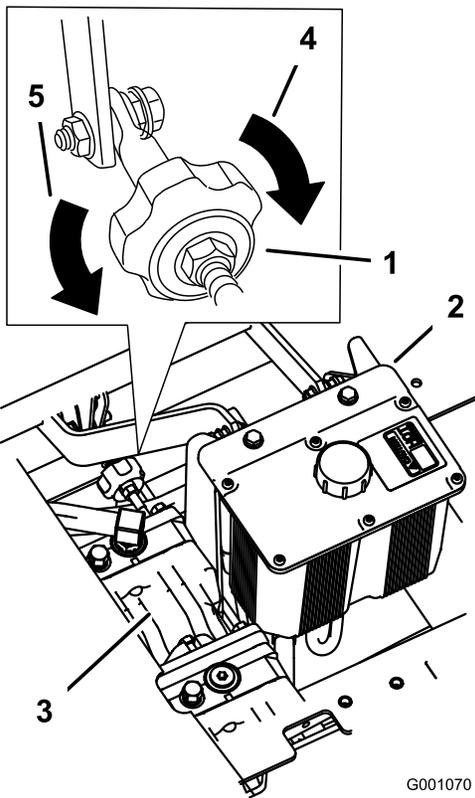

Bild 99
2. Stellen Sie die Länge der Pumpstange ein, indem Sie das Handrad an der Stange so weit in die entsprechende Richtung drehen, bis das Rad stillsteht oder sich leicht zurückdreht (Bild 99).